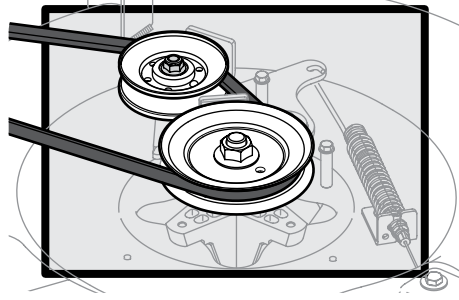

Figura 4-3
- Limpiar la parte superior de la plataforma de corte, bajo las sábanas de husillo y área de la correa. Vea la Figura 4-3.
- Limpia alrededor y cerca de la transmisión, el eje y el área del ventilador. Vea la Figura 4-3.